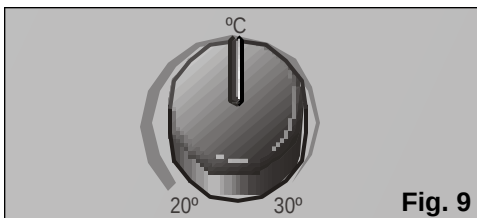

Fig. 9
- ❑ Positionnez le thermostat sur la température voulue, **Fig. 9**. Si l'appareil se débranche automatiquement à cause du thermostat, il faudra attendre que la température ambiante augmente de 2-3°C pour qu'il se remette en marche.